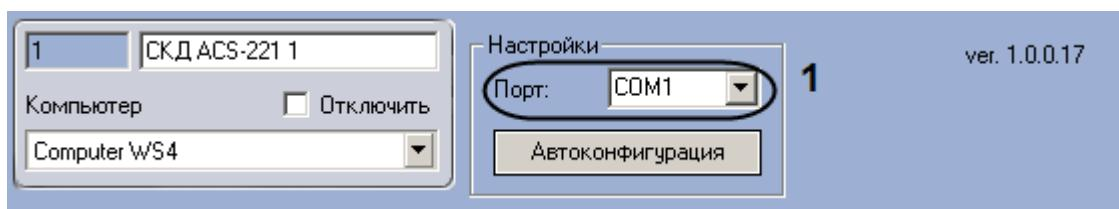

Рис. 3.2—2 Настройка подключения СКУД ACS-221
2. Из раскрывающегося списка **Порт** выбрать СОМ-порт подключения СКУД ACS-221 (Рис. 3.2—2, 1).